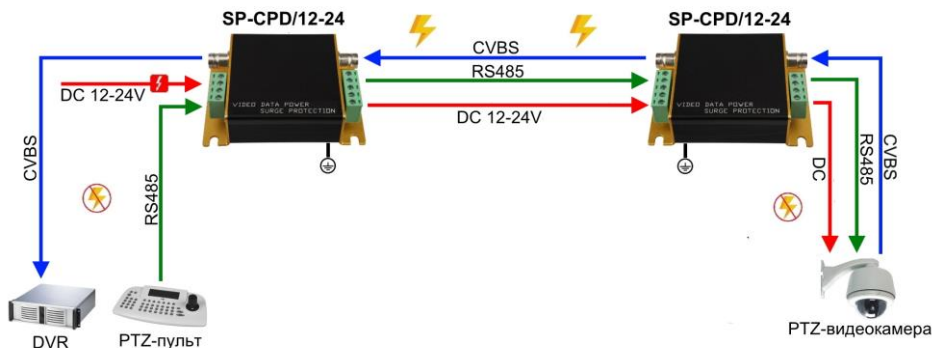

Рис.3 Подключение SP-CPD/12-24
- Для повышения защищенности конечных устройств от выгорания рекомендуется использовать грозозащиту с каждого конца линии (Рис.3).